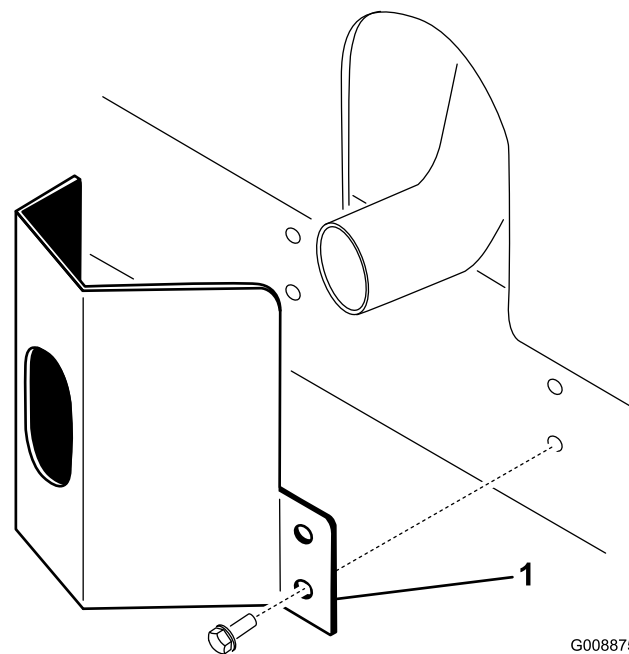

図 11
- 2. タップネジ 4 本で固定する (図 11)。
1. フレームについている取り付け穴に合わせてマフラー部にガードを取り付ける (図 11)。